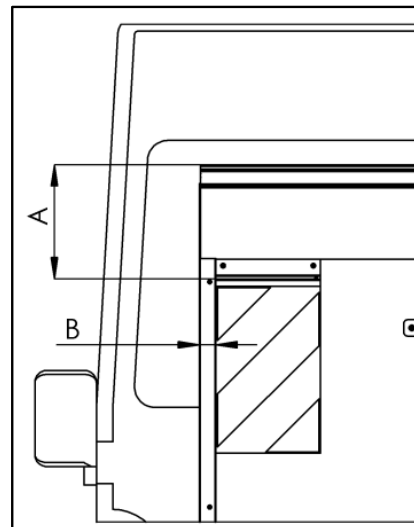
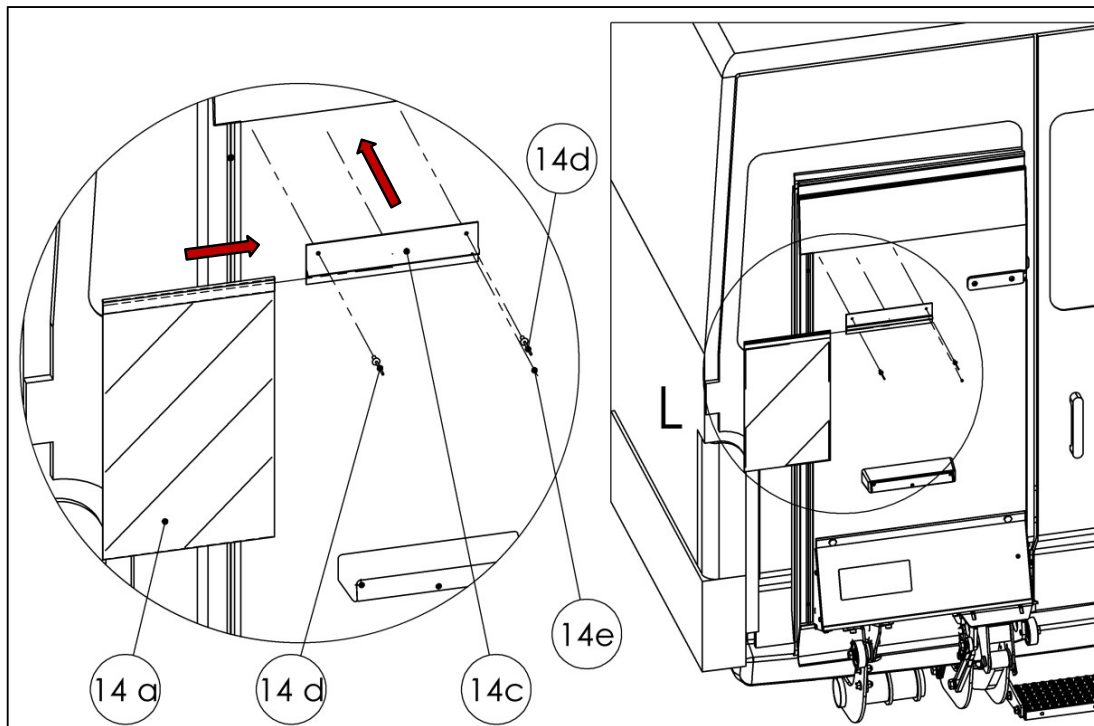
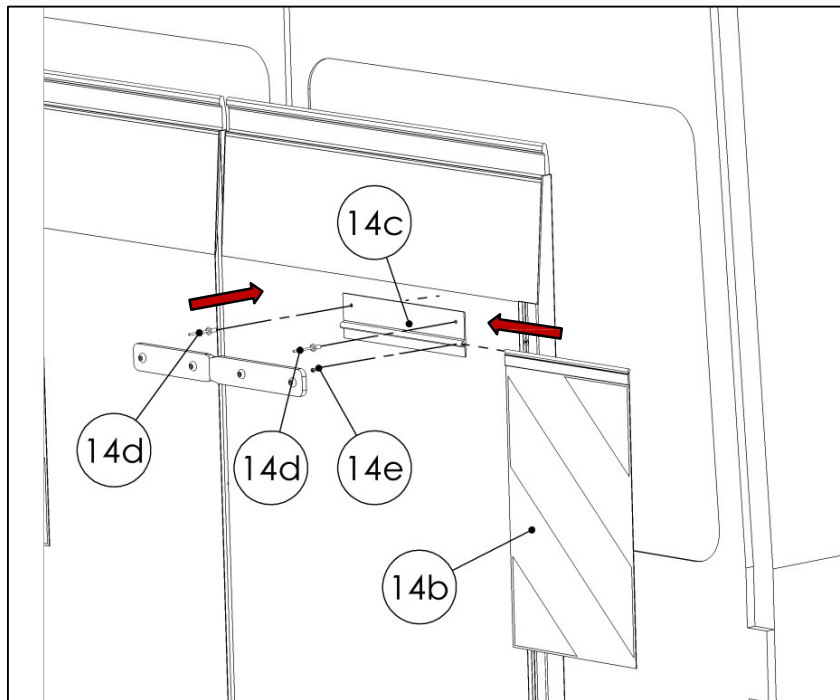

Fig. 71
Fig. 72
Fig. 73
- Obtenga el juego de banderas de advertencia (Art. 14, No. de parte 60 710 330) del juego de accesorios y móntelo de acuerdo con las instrucciones de instalación a continuación (Fig. 71, Fig. 72 y Fig. 73).
Cumpla con estas especificaciones de montaje (vea Fig. 71):
**IMPORTANTE:** Identifique la bandera de advertencia izquierda (14a) por el ángulo del patrón (vea la Fig. 72).
**IMPORTANTE:** Identifique la bandera de advertencia derecha (14a) por el ángulo del patrón (vea la Fig. 73).